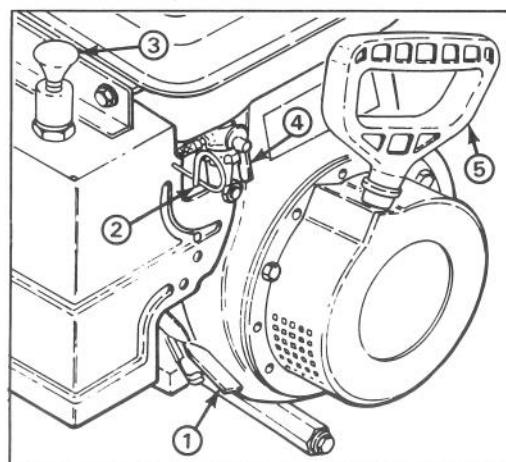

Figure 10
Commande des gaz (fig. 10)—Levez la commande des gaz pour augmenter la vitesse du moteur.
Starter (fig. 10)—Le starter se trouve au dos du couvercle du moteur. Mettez-le en position EN SERVICE maximale pour faire démarrer un moteur à froid. Lorsque celui-ci commence à se réchauffer, ramenez progressivement le starter vers la position HORS SERVICE.
Commande d'amorçage (fig. 10)—Tirez cette commande vers le haut pour pomper une petite quantité d'essence dans le moteur afin d'aider au démarrage par temps froid.
Valve d'arrêt de carburant (fig. 10)—Celle-ci se trouve sous le réservoir de carburant. Fermez la valve pour arrêter l'arrivée de carburant du réservoir dans le carburateur et ouvrez-
Démarreur à cordon (fig. 10)—Placé à l'arrière du moteur, il sert à mettre le moteur en marche.
3. Tirez sur le starter afin de le mettre en position EN SERVICE maximale (fig. 10).
5. Tirez sur la commande d'amorçage (fig. 10) une seule fois s'il fait entre -12° et -18°C et deux fois s'il fait plus froid que cela.
6. Tirez sur la poignée du démarreur à cordon (fig. 10) lentement jusqu'à ce que l'engagement positif se produise; puis tirez d'un coup sec pour faire démarrer le moteur. Gardez une prise ferme sur la poignée du démarreur et laissez le cordon revenir lentement.
7. Lorsque le moteur est en marche, enfoncez le starter (fig. 10) jusqu'à mi-position pendant 10 à 30 secondes, puis éliminez-le complètement.